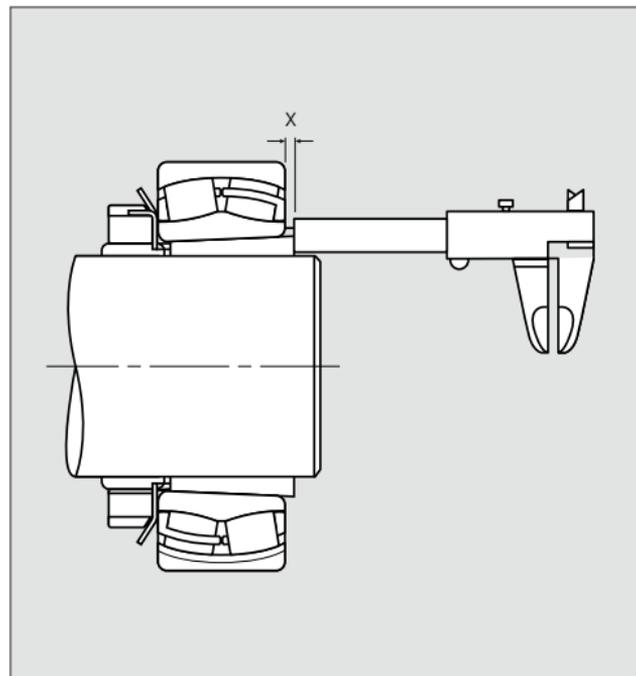

Abb. 3
5. Messen Sie den Abstand ‚X‘ wie in Abb. 3 gezeigt.